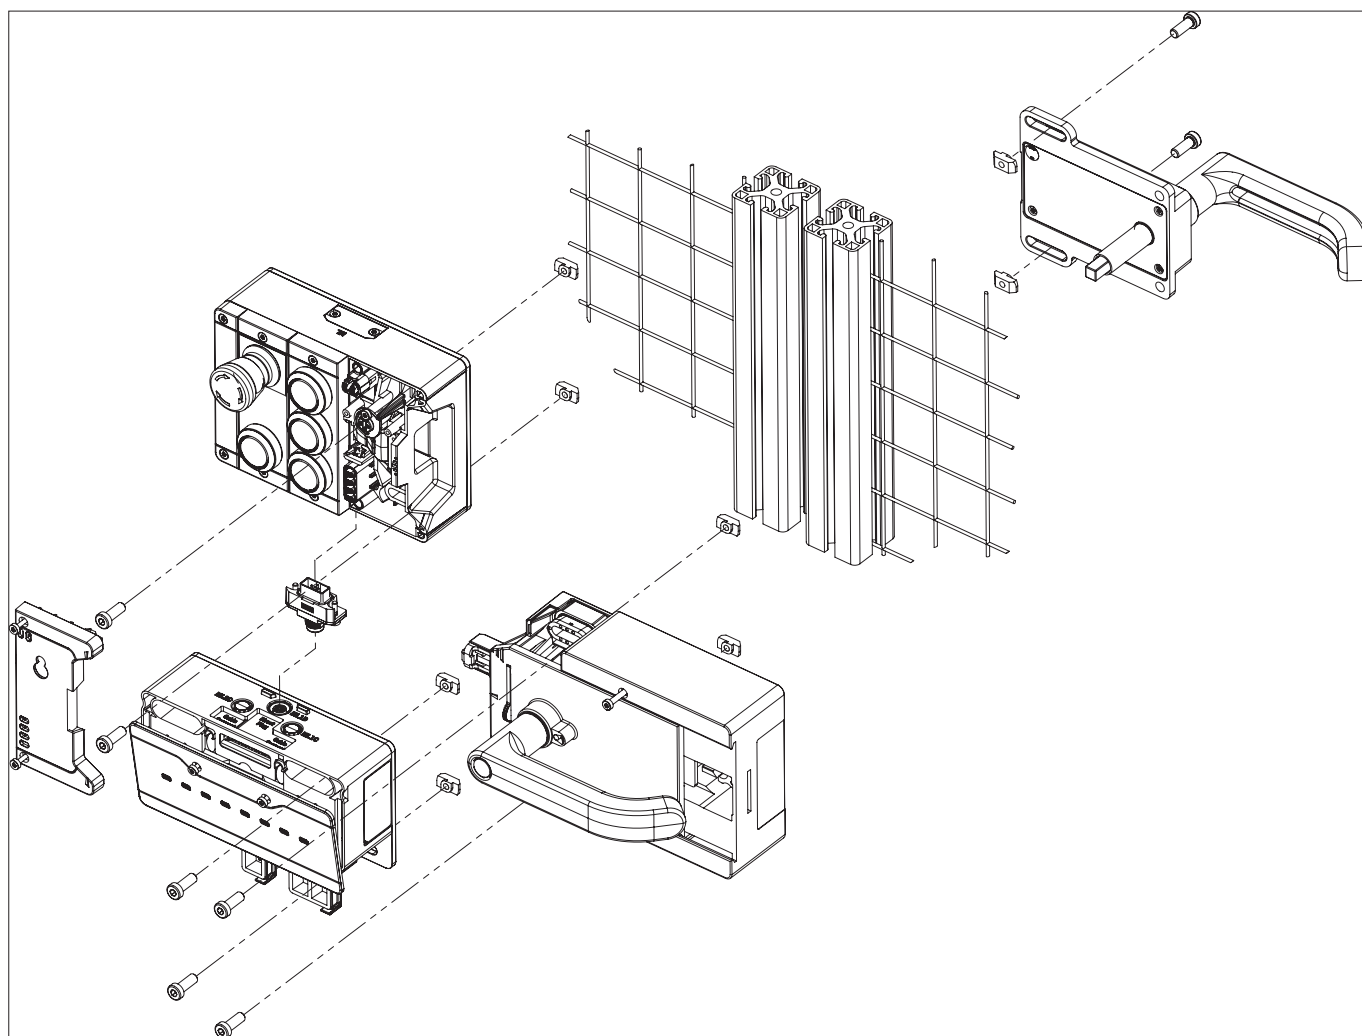
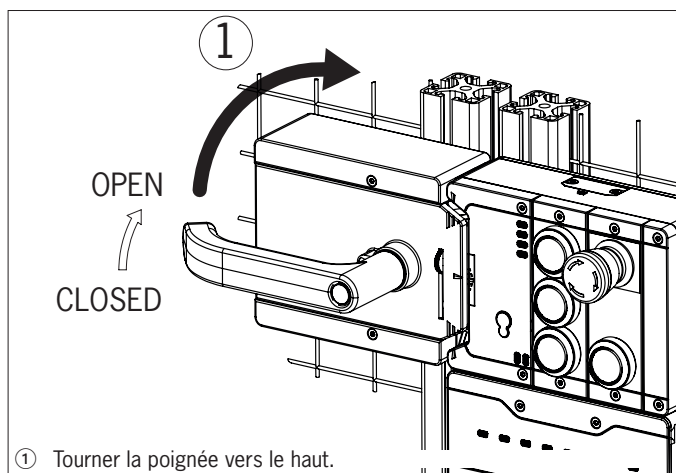
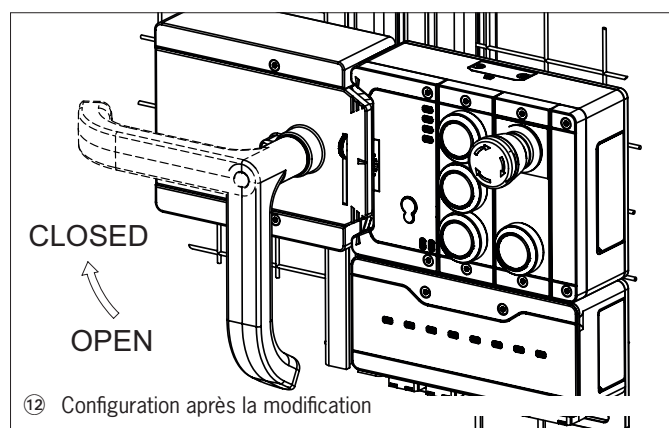

Fig. 8 : Exemple de montage pour une porte sur charnières à droite (vue d'ensemble)
Fig. 10 : Modification du sens d'actionnement, étape ①
Fig. 15 : Modification du sens d'actionnement, configuration définitive
- › Aligner l'axe du dispositif de déverrouillage interne à angle droit par rapport au module de poignée. Voir Fig. 8.
- › Veillez au bon alignement lors du montage. Utilisez les auxiliaires d'alignement du boîtier du module de verrouillage / interverrouillage et du boîtier du module de poignée (voir Fig. 8).
Étapes de montage, voir les Fig. 8 et Fig. 10 à Fig. 15.
- Monter le système dans l'autre sens dans le cas d'une porte sur charnières à gauche. C'est-à-dire que le protecteur peut alors être ouvert en actionnant la poignée vers le haut (voir Fig. 10). Le sens d'actionnement de la poignée doit par conséquent être modifié (voir Fig. 10 à Fig. 15).